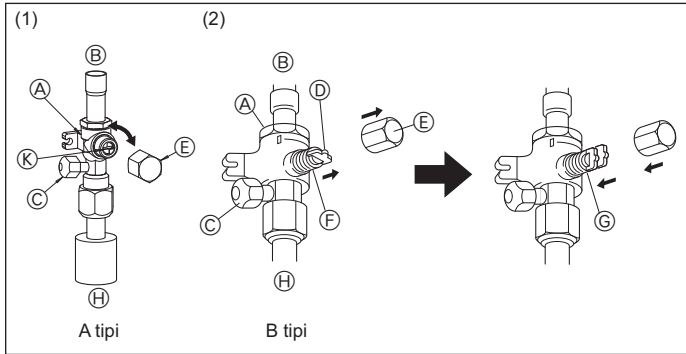
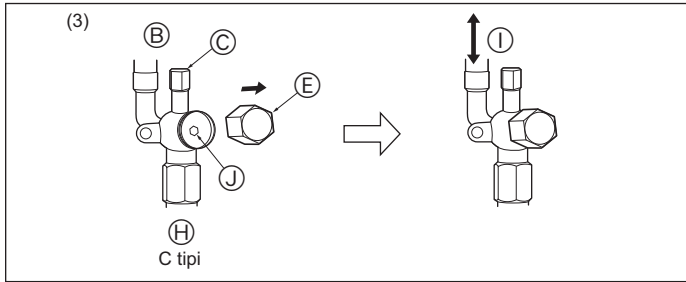

Fig. 5-9
Fig. 5-10
(1) A tipi (Fig. 5-9)
① Başlığı çıkarın, daha sonra düz-ağızlı bir tornavida ile tamamen açmak için saat yönünün tersinde bir-çeyrek tur çevirin.
② Vanaların tamamen açık olduğundan emin olun, daha sonra başlığı ilk konumuna getirin ve sıkın.
(2) B tipi (Fig. 5-9)
① Kapağı çıkarın, kolu kendinize doğru çekip saat yönünün tersine 1/4 devir çevirerek açın.
② Stop valfinin tamamen açık olduğundan emin olun, kolu içeri itin ve başlığı çevirerek tekrar ilk konumuna getirin.
(3) C tipi (Fig. 5-10)
① Başlığı çıkarın ve 4 mm'lik bir altıgen somun anahtarıyla vana çubuğunu gidebileceği yere kadar saat yönünün tersine döndürün. Tampona dayanınca döndürmeye son verin.
② Stop valfinin tamamen açık olduğundan emin olun ve başlığı çevirerek tekrar ilk konumuna getirin.